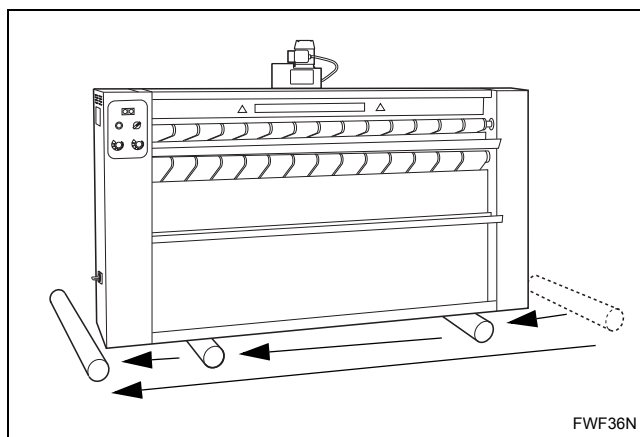

Figura 7
8. Far scorrere lentamente la finitrice in avanti, in modo che non poggi più sul primo rullo, rimanga sul secondo e si sposti sul terzo rullo. Consultare la *Figura 7*.